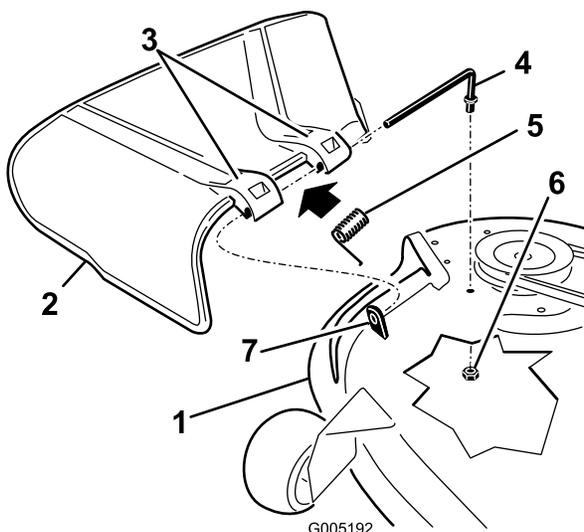

Figura 56
1. Retire la tuerca ($\frac{3}{8}$ ") de la varilla (debajo del cortacésped) (Figura 56).
2. Retire la varilla del espaciador corto, del muelle y del deflector de hierba (Figura 56).
4. Vuelva a colocar el deflector de hierba (Figura 56).
7. Deslice la varilla por el segundo soporte del deflector de hierba (Figura 56).
9. Sujete el extremo trasero de la varilla al cortacésped con una tuerca ($\frac{3}{8}$ "), según se muestra en Figura 56.